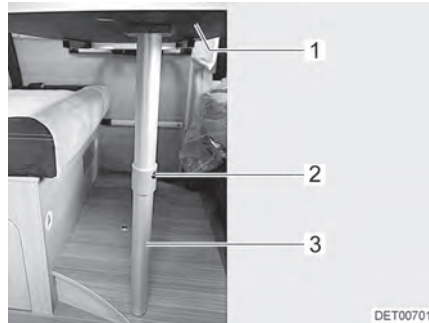

Bild 60 Bettunterbau
- Tischplatte (Bild 60,1) vorn leicht anheben.
- Entriegelungsknopf (Bild 60,2) drücken und den unteren Teil des Gelenkstützfußes (Bild 60,3) um 90° umklappen.